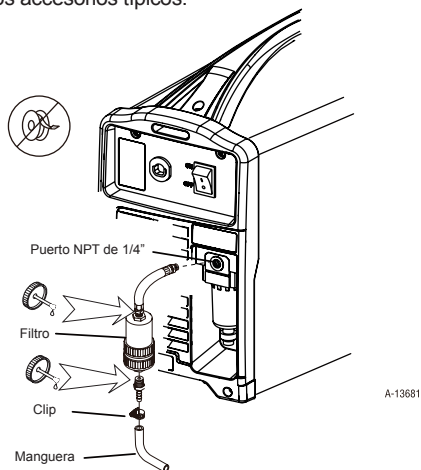

Figura 4.3 - Instalación del filtro en línea opcional.
3. Conecte la línea de aire al filtro utilizando una conexión NPT 1/4". La ilustración de la Figura 4.3 muestra un ejemplo de los accesorios típicos.